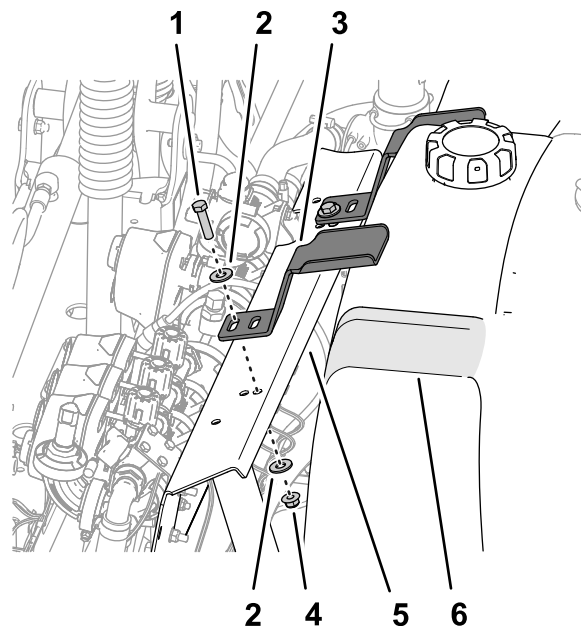

Figura 14
3. Allineate la scanalatura nell'ancoraggio con il foro nel supporto della valvola (Figura 14).
5. Ripetete i passaggi da 2 a 4 per l'altro ancoraggio nell'altro incavo del serbatoio di lavaggio (Figura 14).
2. Allineate l'ancoraggio con l'incavo nella parte superiore del serbatoio di lavaggio (Figura 14)..